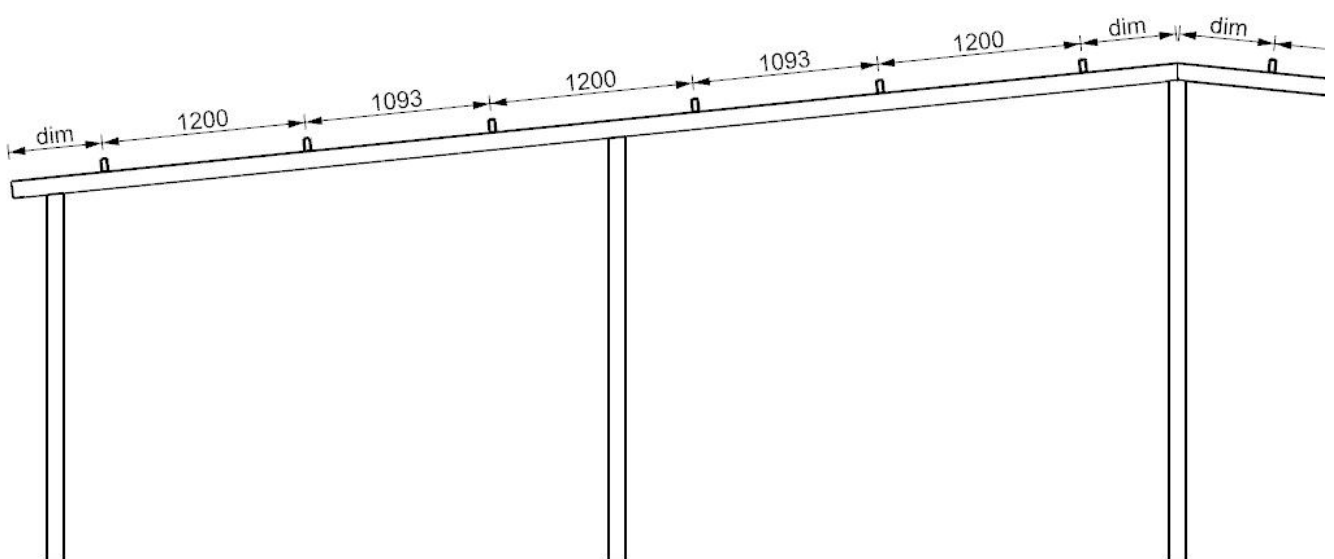

Figura 2
- ① As especificações dos montantes devem atender à resistência calculada estrutural, e o lado do montante instalado com o produto deve ser plano, com uma largura de aproximadamente 40 mm.;
- ② O espaçamento entre os montantes deve ser instalado de baixo para cima de acordo com as dimensões mostradas na Figura. A conexão entre os montantes deve ser firme, reta e ter uma superfície lisa. Quando a fileira mais baixa de produtos se estende para fora das beiradas, a distância entre o montante inferior e a extremidade inferior da viga principal deve ser $dim=650mm$. O espaçamento entre montantes adjacentes deve ser $A=1200mm$ e $B=1093mm$. A variação de instalação real do espaçamento entre montantes adjacentes deve ser $\leq 5mm$. A distância entre a extremidade superior do montante e a linha de cumeeira do telhado de estrutura de aço deve ser $dim=560mm$. O perfil da instalação da estrutura de aço é mostrado na Figura 2.